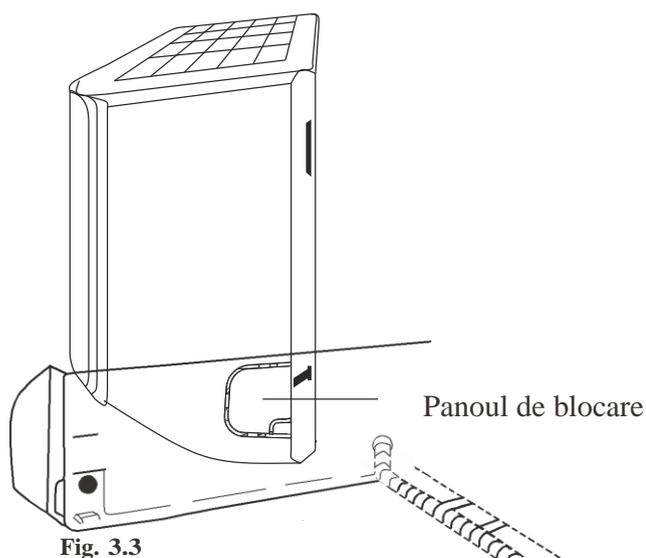

Fig. 3.3
2. Dacă gaura de perete se află în spatele unității, țineți panoul de blocare în poziție. Dacă gaura de perete se află pe partea laterală a unității interioare, scoateți panoul din plastic de la aceeași parte a unității. (Vezi **Fig. 3.3**). Acest lucru va crea un slot prin care conductele dvs. pot ieși din unitate. Utilizați cleștele pentru ac în cazul în care panoul din plastic este prea greu de îndepărtat cu mâna.